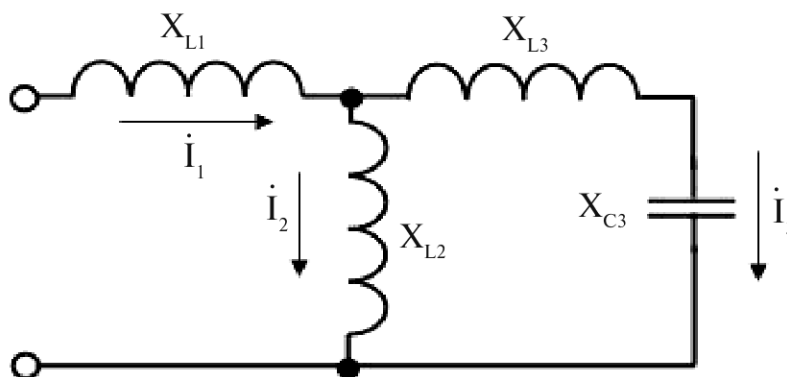

Рис. 14. Обозначение направлений токов в цепи
1. Вычертить заданную схему цепи, обозначив направления токов (рис.14):